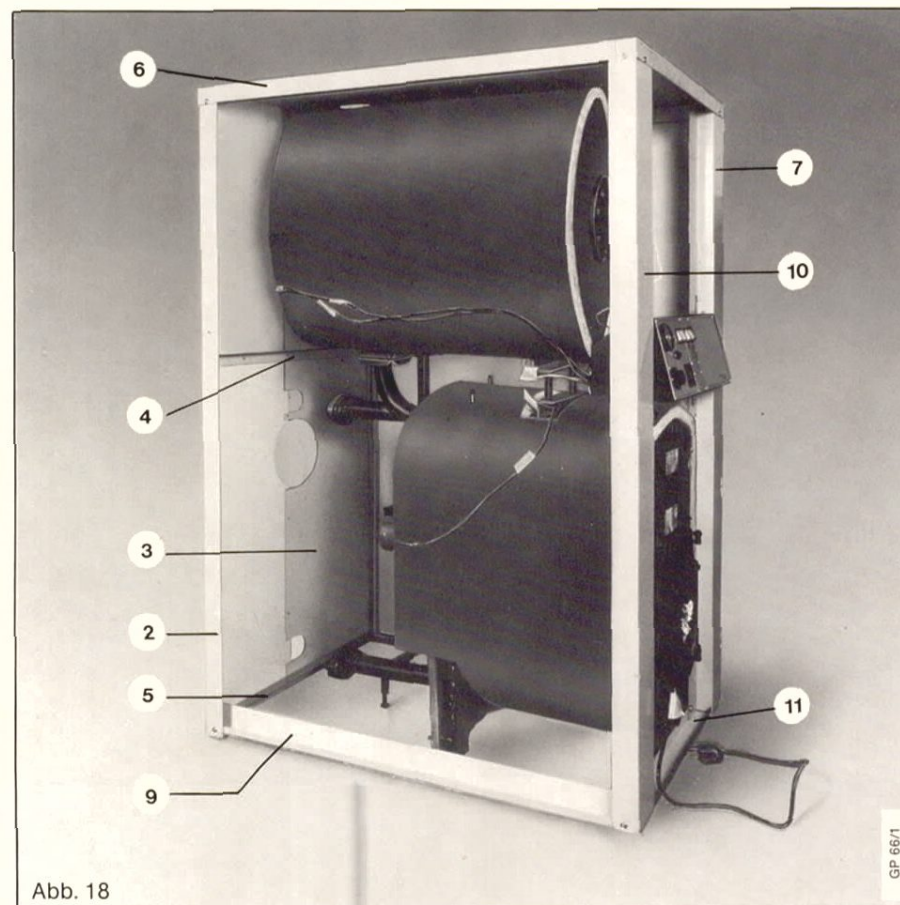

Abb. 18
Kapillarfühler entsprechend Abb. 18 von dem Kesselschaltpult zu den entsprechenden Tauchhülsen führen. Fühler einstecken u. sichern. Die Griffe an den Seitenverkleidungssegmenten (1) mit Blechschrauben befestigen. Die Seitenverkleidungssegmente (1) einsetzen, zuletzt die Segmente mit dem Griff. Seitenverkleidungssegmente mit den Flügelschrauben leicht anziehen.